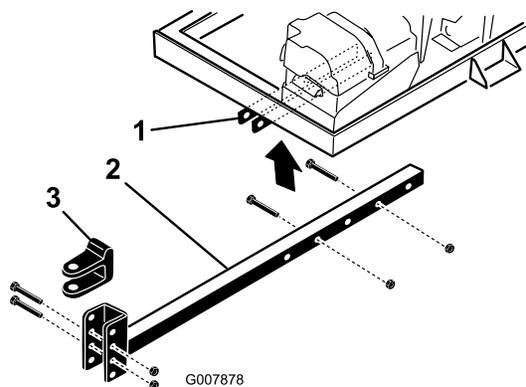

Figura 4
2. Introduza o tubo de engate nos suportes da estrutura (Figura 4). Fixe o tubo à estrutura com 2 parafusos (3/8 x 3 pol.) e porcas flangeadas (3/8 pol.) e aperte com 40 N m.
- Retire os parafusos e as porcas que fixam a forquilha de engate (Figura 4) ao tubo de engate.
- Retire os parafusos e as porcas que fixam o tubo de engate aos suportes da estrutura (Figura 4).